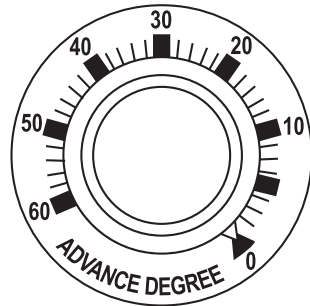

FIGURA 3.
1. Coloque la perilla a 0 grados como se indica en la figura 3.